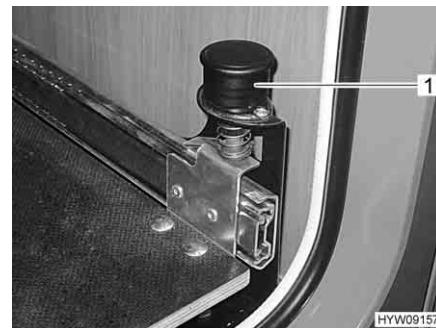

Fig. 96 Pomello con arresto
- Tirare verso l'alto il pomello (Fig. 96,1). La base estraibile del vano portabombole è sbloccata.